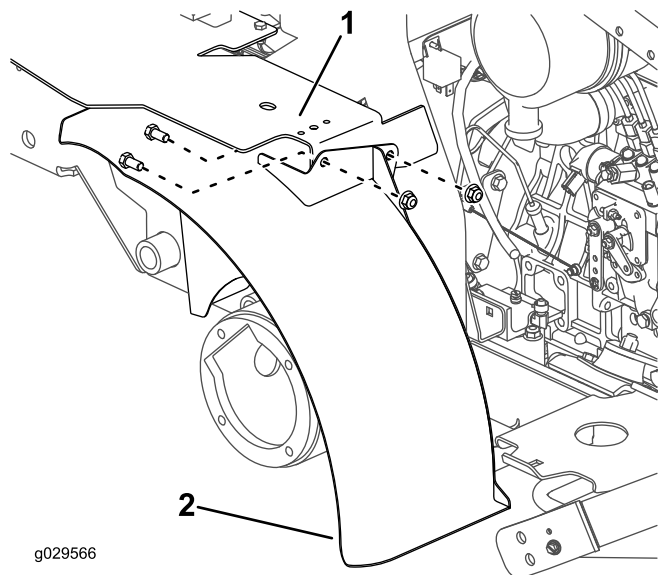

Figure 9
6. Fixez le support situé au sommet de l'aile gauche sur le support du réservoir de carburant en serrant légèrement les 2 boulons (3/8 x 3/4 po) et les 2 écrous (3/8 po), comme montré à la Figure 9.